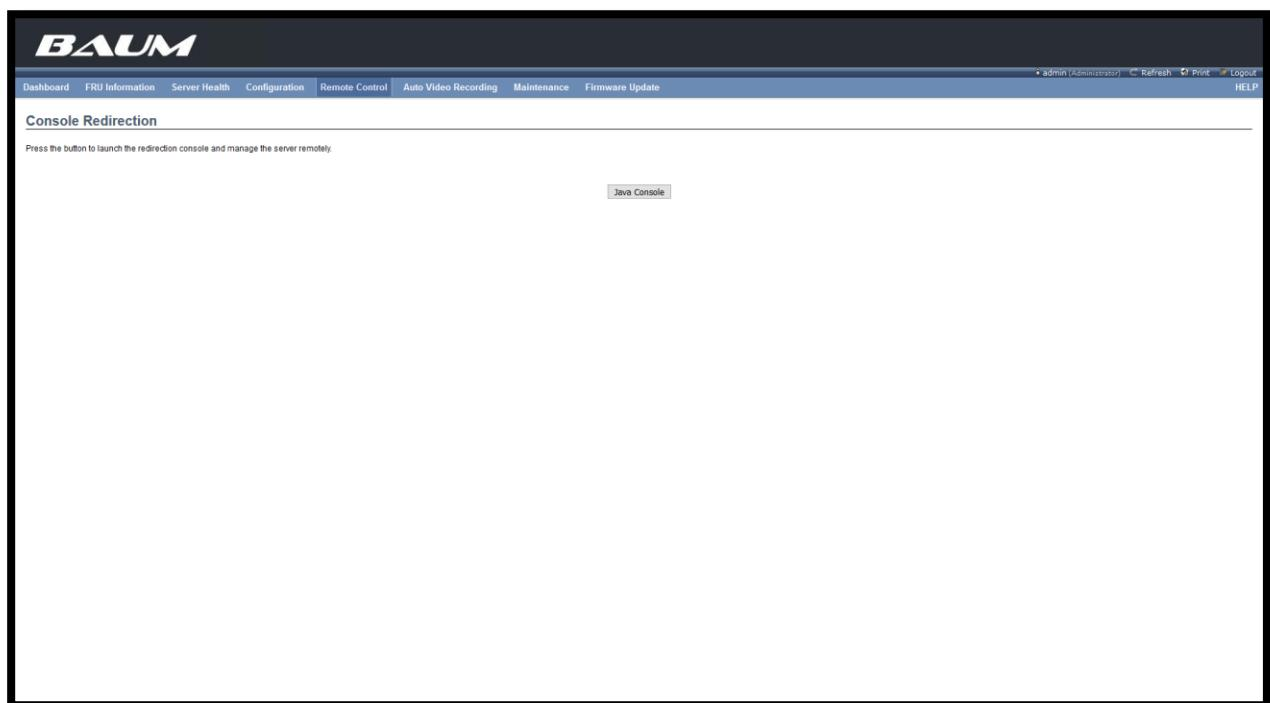

Рисунок 187. IPMI Remote Control
4. Нажмите на кнопку «**Java Console**» (см. Рисунок 187);